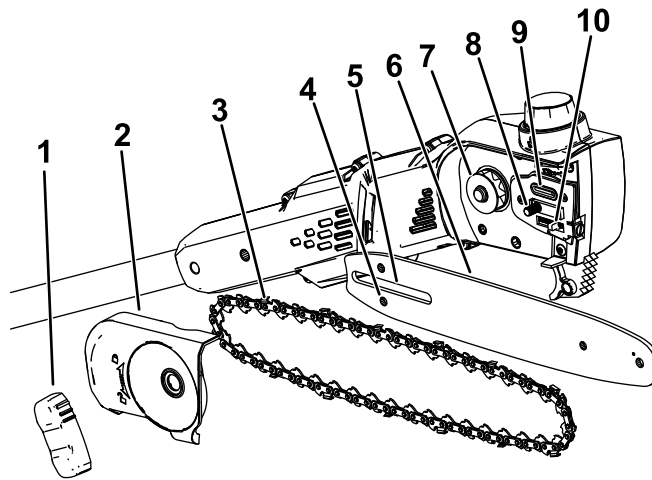

Figura 3
2. Îndepărtați carcasa laterală; răsucii butonul rotativ al carcasei tije în sens invers acelor de ceasornic, până când poate fi îndepărtat, apoi îndepărtați carcasa laterală (Figura 3).
5. Poziționați bucla deschisă (partea care nu se află pe tija de ghidare) în jurul roii dinate pentru acționare de pe fierăstrăul cu bra fix (Figura 3).
Important: Asigurați-vă că tiftul pentru reglarea lanului este introdus în fanta tiftului pentru reglarea lanului de pe tija de ghidare (Figura 3).